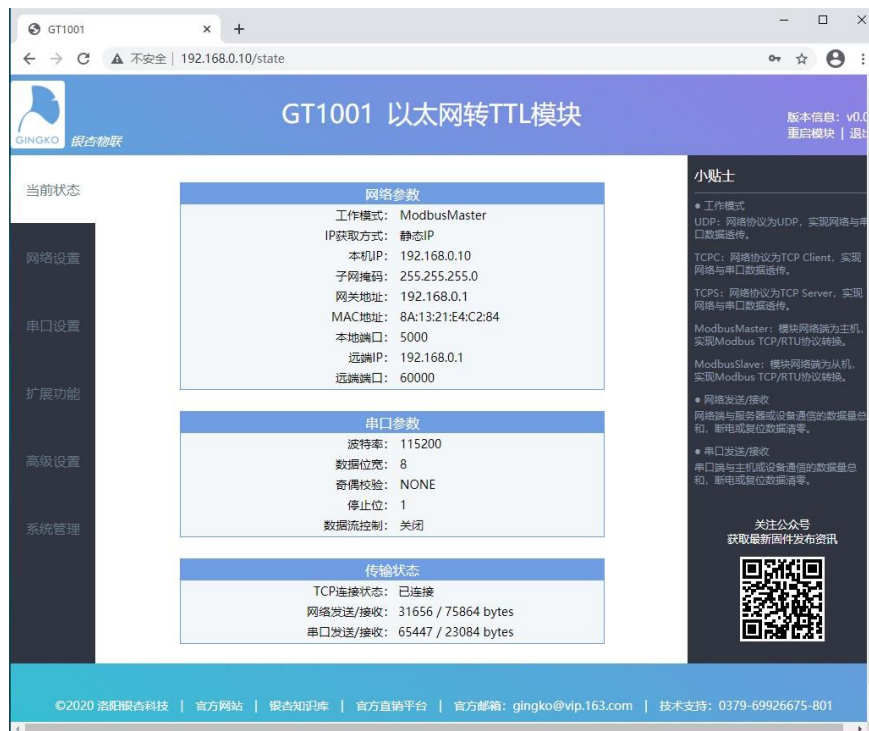

Abbildung 7-2 Aktueller Gerätestatus
- (2) Nach der Eingabe können Sie die Parameter und den Übertragungsstatus der aktuellen Geräteeinstellungen überprüfen, wie in Abbildung 7-2 dargestellt.